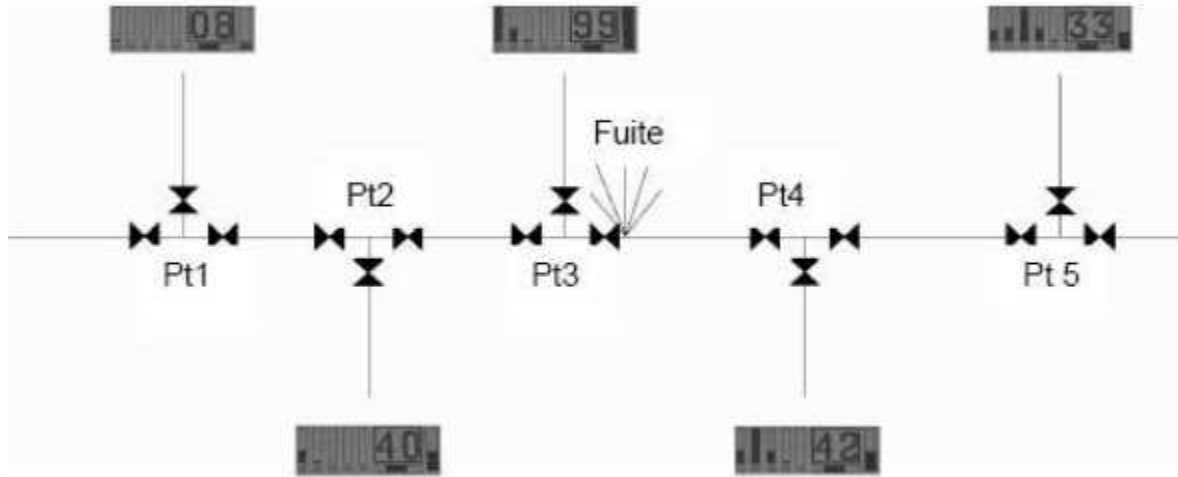

Figure. 2 : Localisation d'une fuite
La figure 2 montre comment l'observation des valeurs mesurées aux différents points d'écoute de la conduite à vérifier permet de localiser la fuite – dans cet exemple, les points de mesure 3 et 4 présentent les valeurs les plus élevées. La fuite doit donc se trouver entre ces deux points de contact. Dans cette localisation, il faut veiller à ce qu'aucune valeur mesurée ne soit supérieure à la plage d'affichage, afin de mesurer la valeur maximale effective. Si l'on obtient la déviation maximale à l'un des points de mesure, il faut modifier le réglage de l'affichage (5) -p. ex. sur la valeur 40 -, de façon à ce qu'il soit encore possible d'identifier une augmentation. En cas de réduction de la déviation, la portion inspectée doit être mesurée une nouvelle fois, afin de déterminer la véritable augmentation et diminution du volume et d'identifier les deux valeurs maximales.